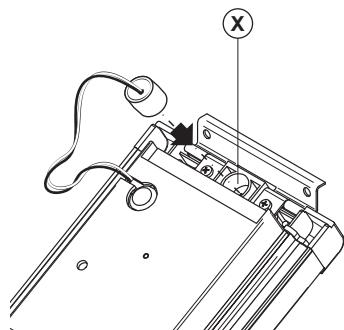

Fig. 7
7. Insira o microfone do amplificador da porta no orifício do microfone **X** (**Fig. 7**);